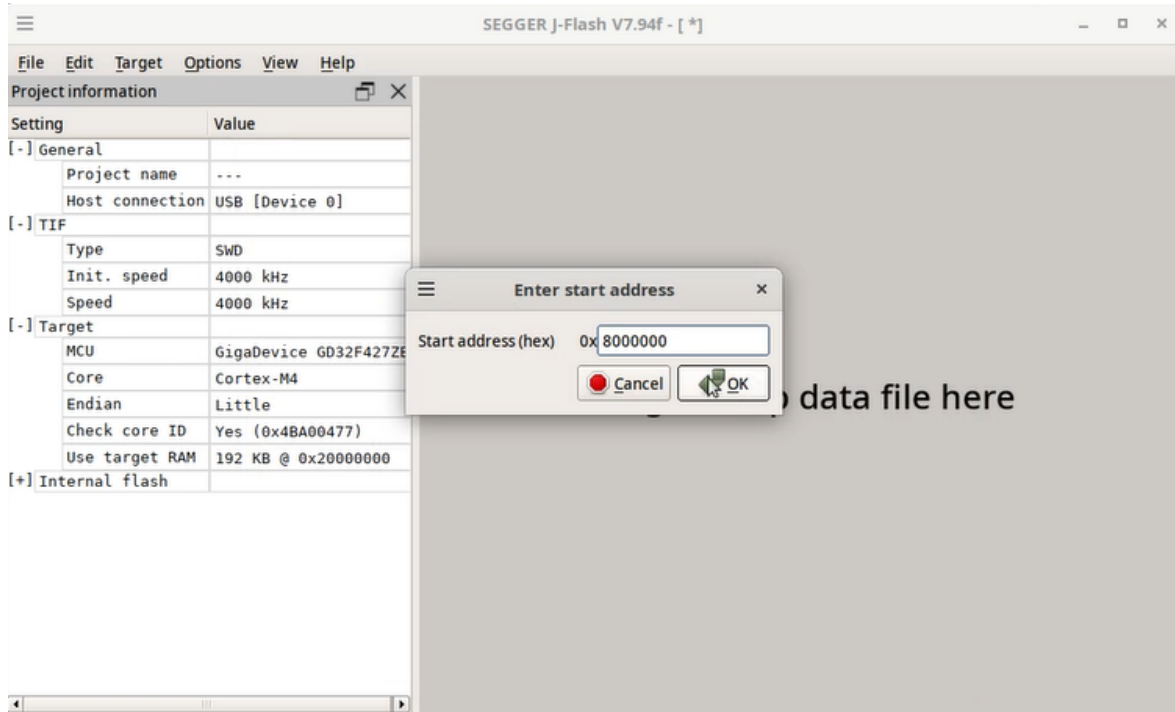

Рисунок 9
10) Начальный адрес (смещение, Start address) не менять (Рисунок 9), нажать «ОК».